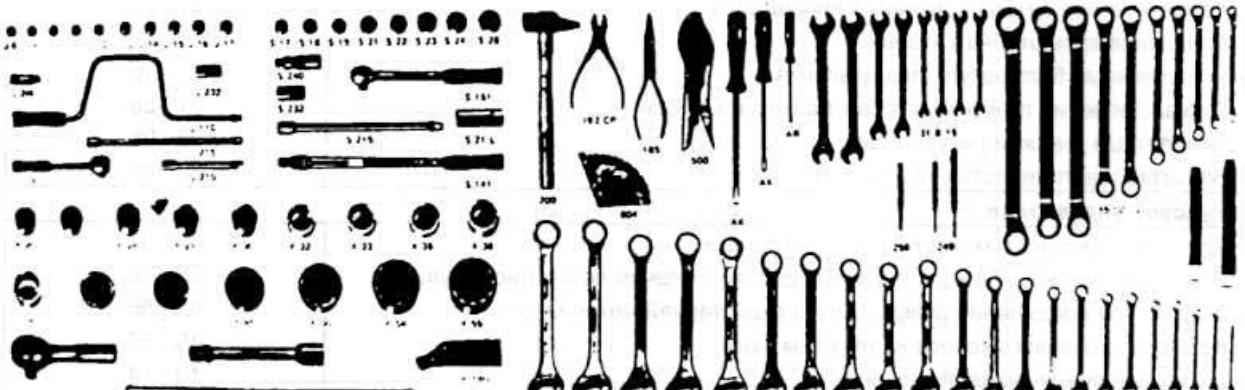

Рис. 1.2
- Все работы на автомобиле, особенно связанные с тормозной и рулевой системами, должны быть выполнены с наивысшей аккуратностью и вниманием. После каждого ремонта автомобиль должен быть исправен с точки зрения безопасности дорожного движения. При ремонте пользуйтесь рекомендованным инструментом (рис. 1.2).